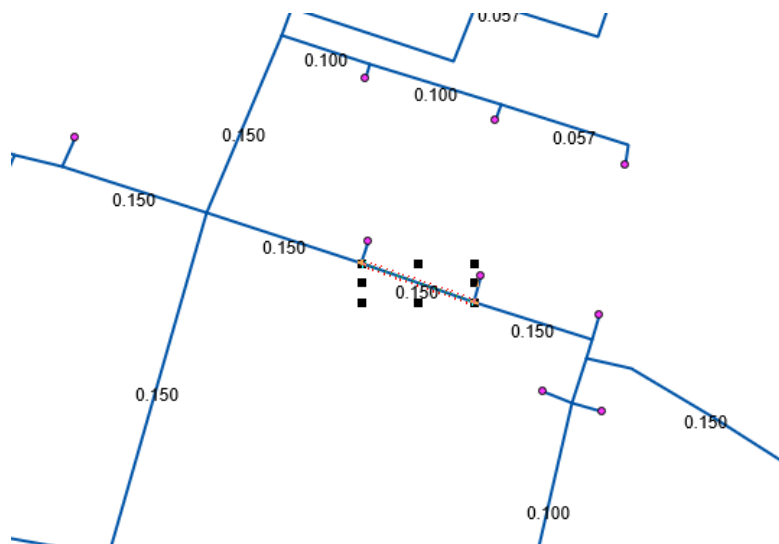

Рисунок 2.
3. Выбираем объект на схеме (котельная, участок, потребитель и т.п.). Рассмотрим на примере участка. После выделения участок будет помечен штриховкой (в зависимости от версии) Рисунок 2.